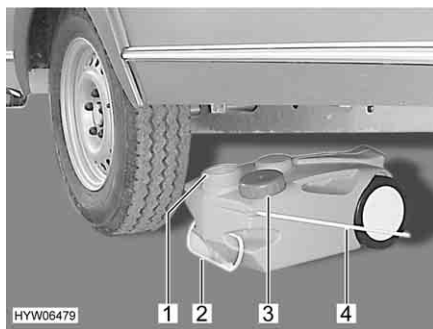

Fig. 109 Serbatoio delle acque grigie, mobile
- Chiudere l'apertura del serbatoio delle acque grigie (Fig. 109,1) con il coperchio (Fig. 109,3).
- Estrarre il serbatoio delle acque grigie tramite la maniglia (Fig. 109,2).
- Sollevare verso l'alto la maniglia da asporto (Fig. 109,4) e posizionare verticalmente il serbatoio delle acque grigie.